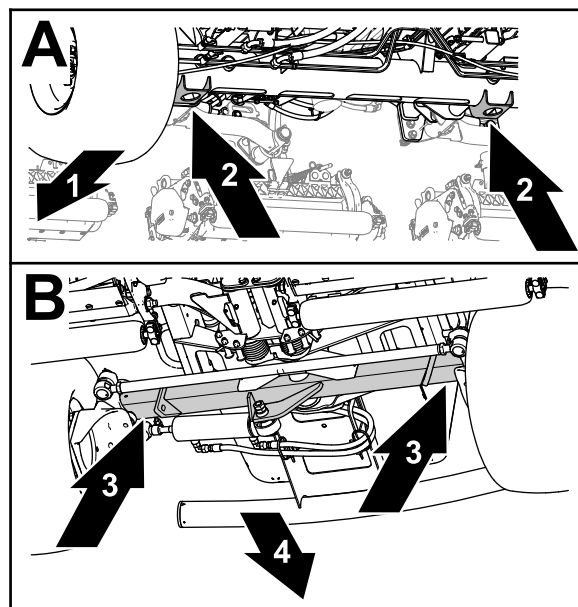

Figura 55
- Anteriore - le staffe del martinetto del tubo dell'asse anteriore (Figura 55).